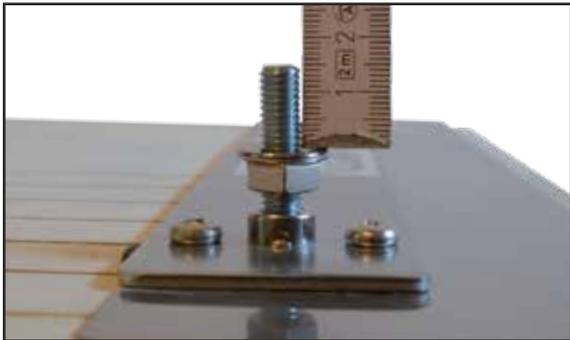

Abb. 04: obere Gewindebolzen
3. Die beiden noch vormontierten Sechskantmutter auf den oberen Gewindebolzen des Heizers (Flansch zeigt in Richtung Standfußteil) so weit aufschrauben, dass 15mm des Gewindebolzens überstehen (Abb. 04).